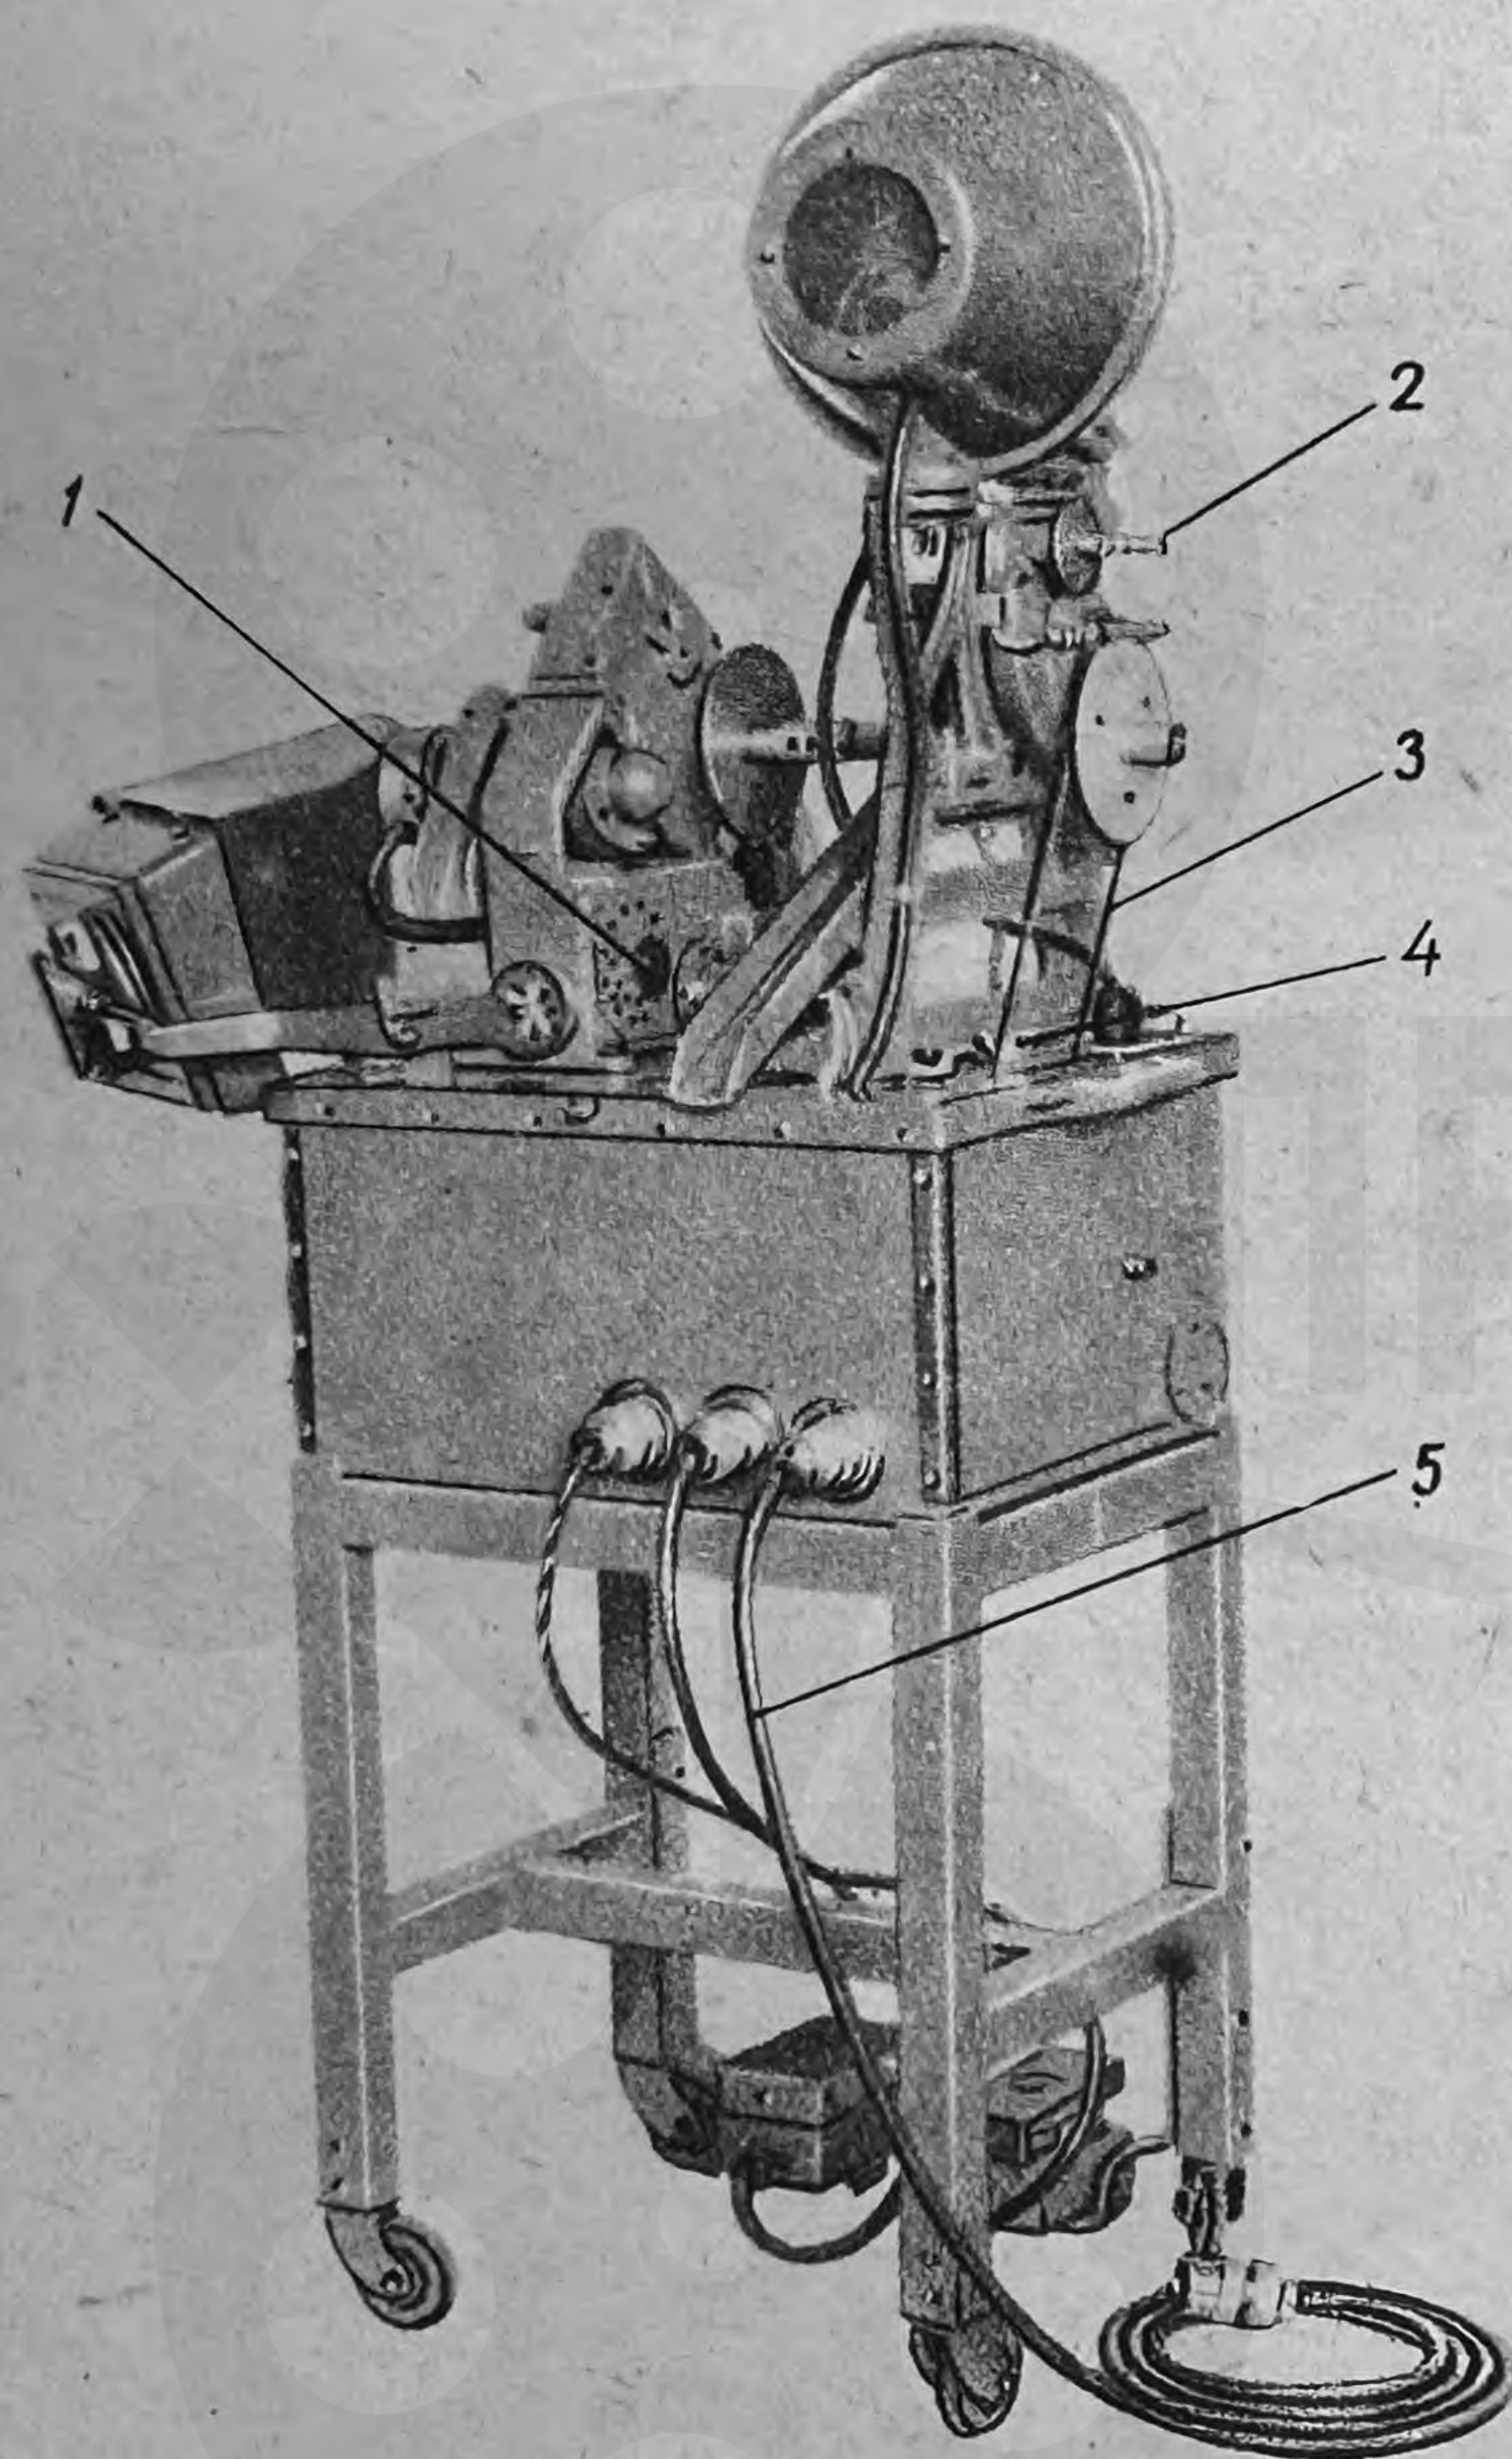

Рис. 6. Звукомонтажный аппарат 35-ЗМА-3М
Дифференциальное устройство позволяет на ходу замедлить или ускорить движение пленки. Один оборот рукоятки 2 (рис. 6) дифференциального устройства сообщает один дополнительный оборот транспортирующему барабану, что, в зависимости от направления вращения рукоятки, ускоряет или замедляет движение пленки на длину, равную 4 кадрам. Защелка рукоятки фиксируется в четырех положениях. Это позволяет производить дополнительное перемещение пленки на длину, соответствующую одному кадру.
в) вставку штепсельного разъема на конце провода от ножного реостата включите в штепсельную колодку «Ножной реостат» на задней стенке ящика аппарата (см. рис. 6);
г) вставку штепсельного разъема на конце провода от ножного выключателя включите в штепсельную колодку «Ножной выключатель» на задней стенке ящика аппарата (см. рис. 6);
Наденьте пассик 3 (рис. 6) на шкив асинхронного электродвигателя и ведомый шкив звуковой головки. Натяжение пассика регулируется перемещением электродвигателя при помощи барашка 4 (рис. 6).
2. Подведите к аппарату напряжение от электросети переменного тока 110 в, 50 гц. Для этого служит трехпроводный кабель 5 (рис. 6), на одном конце которого имеется трехгнездная вставка штепсельного разъема, включаемая в трехштырьковую колодку «Сеть» на задней стенке ящика аппарата, на другом конце — трехштырьковая вставка штепсельного разъема для включения в электросеть. Один провод кабеля предназначен для заземления.
6. Включите переключатель «Просмотровая головка» на панели электроуправления (предварительно выключите выключатель «Звуковая головка»). В этом случае; при выключенной втулке кардана, коллекторный электродвигатель приводит в движение только просмотровую головку, а при включенной втулке кардана — обе головки. Числа оборотов коллекторного электродвигателя регулируются ручным реостатом 1 (рис. 6), который служит для достижения желаемой наибольшей скорости.